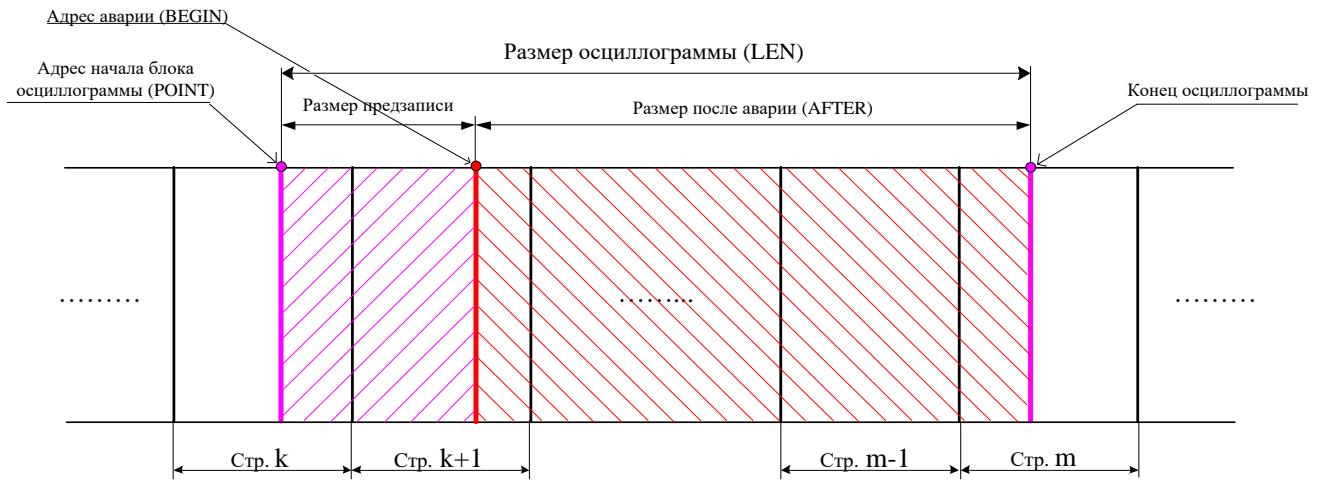
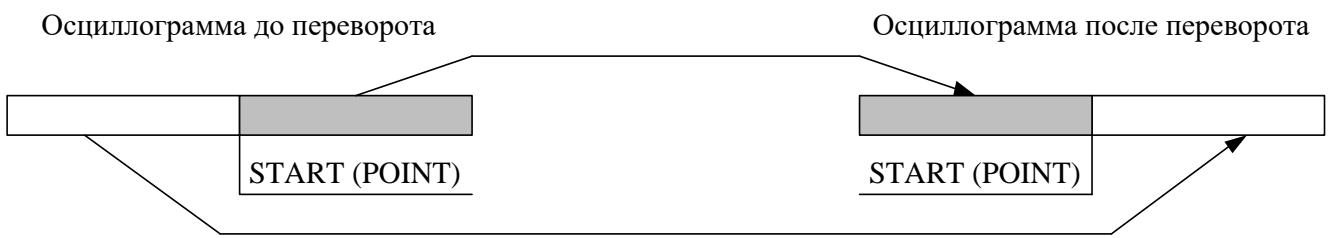

Рисунок 6.7
Рисунок 6.8
- выделить искомую осциллографию из хранилища данных осциллографов (рисунок 6.7) и прочесть ее содержимое (при чтении осциллографии выполняется ее переворот – рисунок 6.8);